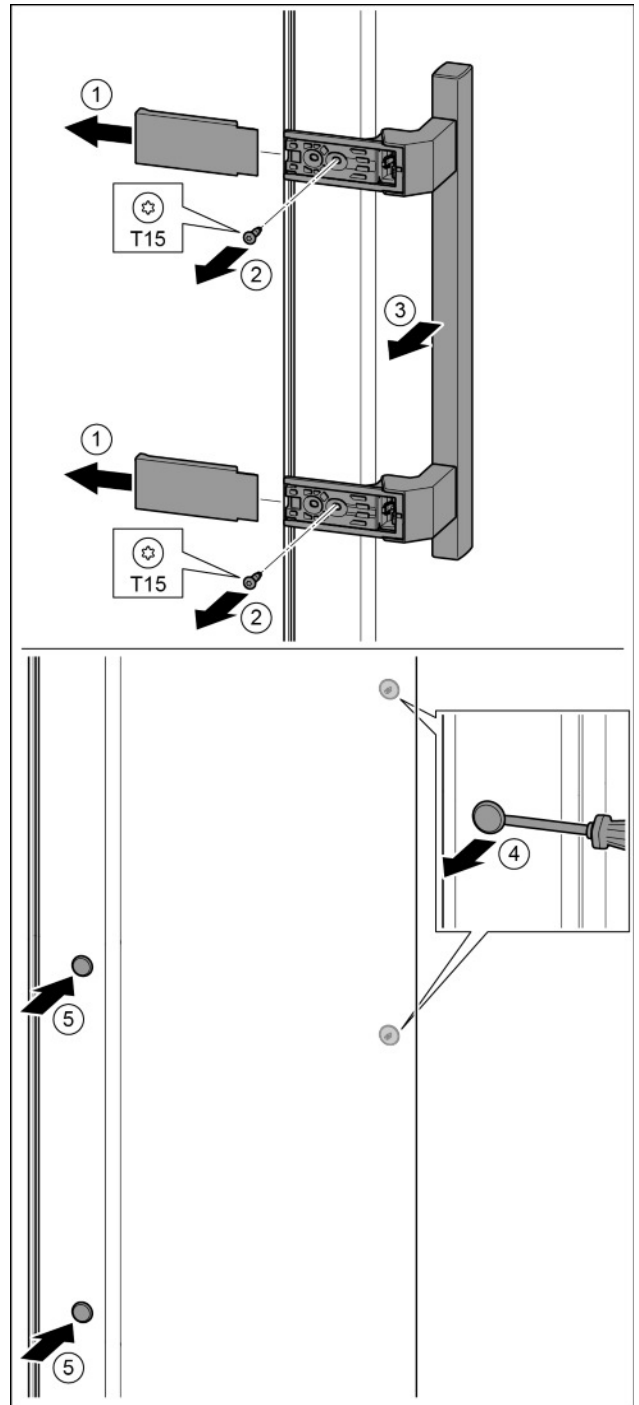

Fig. 16
- u Retirer le cache. Fig. 16 (1)
- u Desserrer les vis avec un tournevis T15. Fig. 16 (2)
- u Déposer la poignée. Fig. 16 (3)
- u Soulever délicatement le bouchon latéral avec un tournevis plat et le sortir. Fig. 16 (4)
- u Remettre en place le bouchon de l'autre côté. Fig. 16 (5)